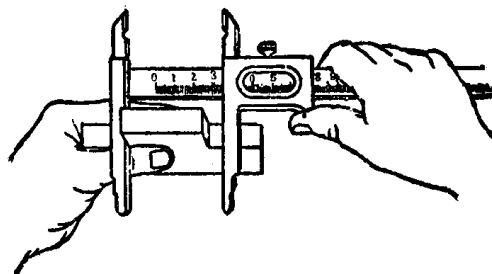
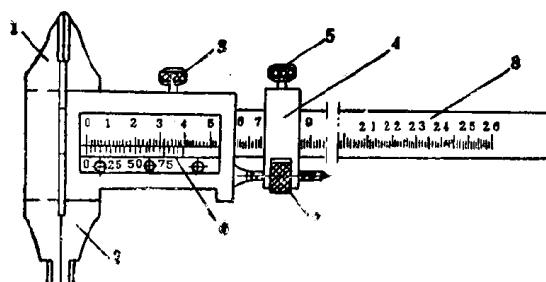

图 3 测量工件外部尺寸的方法
图 4 游标卡尺的各部名称
(1) 在测量工件外部尺寸时，先把游标卡尺活动量爪张开，张开的距离恰好使它能够自由地卡进工件。工件贴靠在固定量爪上，然后移动带有活动量爪的滑动游标框（如果游标卡尺上没有调节螺母时），用轻微的压力使活动量爪慢慢地靠紧工件，并在游标卡尺的刻度上读取尺寸（如图 3）。在使用带有微动调节螺母的游标卡尺时，先要拧紧固定螺钉来制定滑块（如图 4 中 4、5），
(2) 在测量工件内部尺寸时（如图 6），要使量爪测量刃口分开的距离小于所测量的孔或槽的尺寸（约小 1~1.5 毫米），然后慢慢地使活动量爪向外分开，并轻轻地接触到被测量的内表面，用固定螺钉将滑动游标框定住，取出游标卡尺来读取尺寸（如用图 4 那样的游标卡尺来量时，应加上两个内测用量爪的厚度才是工件的实际尺寸）。当取出内测用量爪时，用力要均匀，并使游标卡尺沿着被测量的孔或槽的中心线滑出，不可歪斜，否则会使内测量爪扭伤、变形或使已固定了的游标框发生移位，影响读数的准确度。